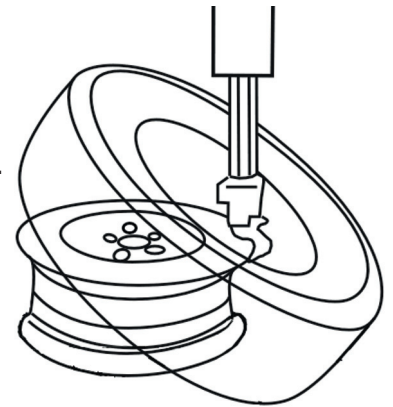

Bild 21
- Platzieren Sie die Reifenkante mit der linken Seite nach oben auf der Felge, ziehen Sie den Schwenkarm nach hinten und bringen Sie ihn in Arbeitsstellung. (Bild 21)